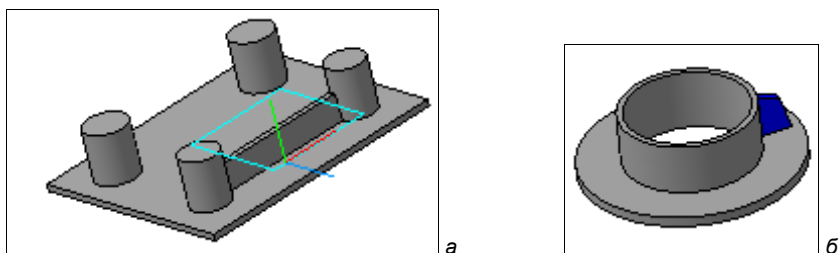

Рис. 28.26. а — Модель 9; б — Модель 10
бобышками, как на рис. 28.26, *а*. Размеры значения не имеют. Ребро можно построить на высоту бобышек или на определенную высоту. Для построения ребра на определенную высоту:
- ◆ нажмите кнопку **Создать объект**. Система создала ребро жесткости (рис. 28.26, *а*).
Самостоятельно создайте ребро в Модели 10 (рис. 28.26, б) в соответствии с одноименным чертежом. При создании ребра не забудьте на Панели свойств на вкладке **Параметры** нажать кнопку **Следующий** для изменения направления уклона, а на вкладке **Толщина** в окне **Тип построения тонкой стенки** ввести **Два направления**.